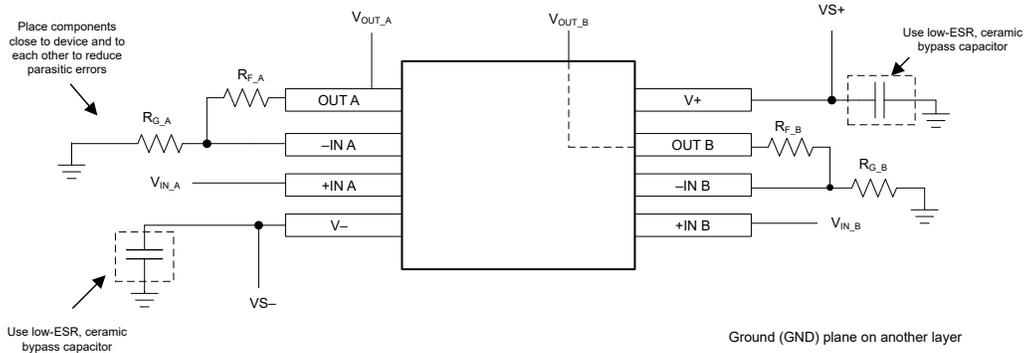

图 7-9. 同相放大器配置的运算放大器电路板布局
- 外部元件应尽可能靠近器件放置。如 图 7-9 所示，使反馈电阻 (R3) 和增益电阻 (R4) 靠近反相输入以更大限度地减小寄生电容。